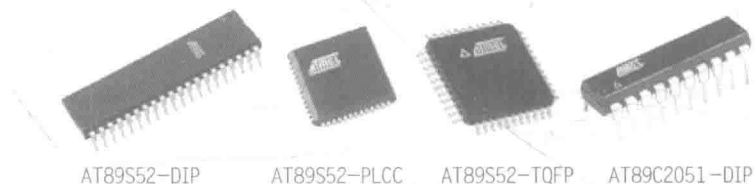

图 0-1 常见 AT89S 系列单片机外形
(1)ATMEL 公司的 51 单片机。该种类型的单片机为集中指令集(CISC)的单片机,采用冯·诺伊曼的结构,指令丰富,功能较强。新一代的 51 单片机集成度更高,在其内部集成了更多的功能部件,如 A/D、PWM、WDT 及高速 I/O 口等,在工业测控领域内得到了广泛的应用。虽然不同厂家生产的不同型号的 51 单片机各有特点,但内核相同,指令系统也完全相同,是应用较广泛的一类单片机。其中 ATMEL 公司生产的 51 单片机 AT89 系列如 AT89C2051、AT89S51、AT89S52 等型号是市场中较常见品种,详细资料可从官网 <http://www.atmel.com> 查看。图 0-1 所示为常见 AT89S 系列单片机的外形。